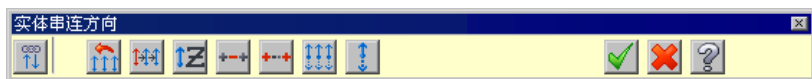

图 7.2.15 “实体串连方向”工具栏
- ☒ **重新选取 (R)** 按钮：用于重新定义挤出方向。单击此按钮，系统弹出图 7.2.15 所示的“实体串连方向”工具栏。用户可以通过此工具栏重新定义挤出方向。